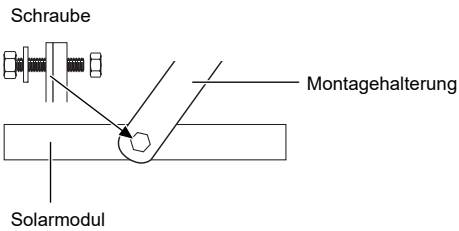

Abb. B1: Montage der Solarmodulhalterung (Nr.: 3156506)
2. Nr.: 3156506: Installieren Sie die Solarmodul-Montagehalterung mit den mitgelieferten Schrauben, Unterlegscheiben und Muttern am Solarmodul. Beachten Sie Abb. B1 für Einzelheiten.